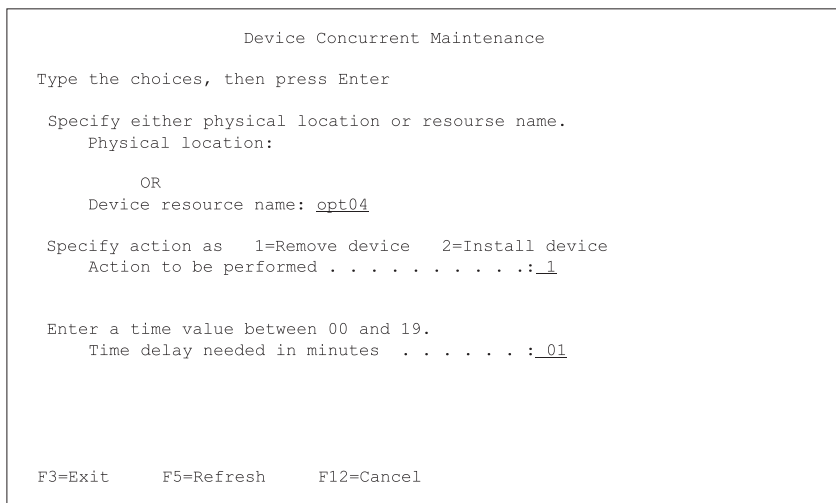

Figura 37. Pantalla de ejemplo de mantenimiento simultáneo de dispositivo
- i. En la pantalla del HSM, seleccione **Mantenimiento simultáneo de dispositivo** y pulse **Intro**. La Figura 37 es un ejemplo de la pantalla.